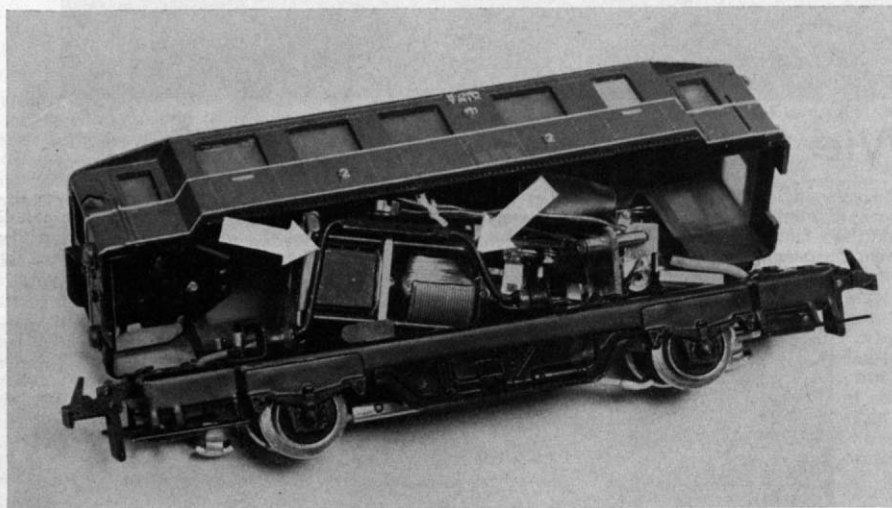
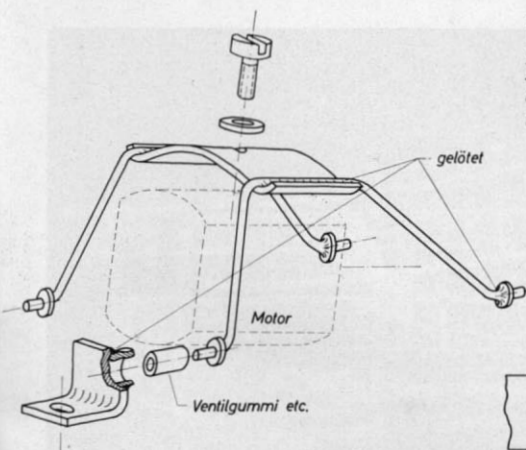

Abb. 1. Die beiden Pfeile weisen auf die Stelzen dieser Wagenseite hin.
Abb. 2. Die Stelzenhalterung für den Motor im Trix-VT 75.
Ich setzte daher den Motor auf vier Stelzen (Abb. 2, Pfeile in Abb. 1), die am Rahmen von vier elastischen Lagern gehalten werden (Abb. 2 und 3). Während dieser Manipulationen wurde der Motor zunächst noch durch die bisherige Befestigung am Rahmen festgehalten. Erst nach Fertigstellung der neuen Aufhängung wurde diese Befestigung gelöst und der Originalrahmen im Bereich der alten Motorlagerung ausgesägt. Durch diese Methode ist ohne zusätzlichen Aufwand automatisch die richtige Motorlage (im Verhältnis zum Getriebe) auch nach der Änderung ge-
**Vorbemerkung:** Mein Gleismaterial muß auf- und abgebaut werden können. Deshalb der massive Mittelleiter und die angebaute Trix-Klemmen (Abb. 2 rechts), an welche die Kabel des Schaltmagneten angelötet sind. Bei der geplanten stationären Anlage ist der Ersatz des jetzigen Mittelleiters durch Punktkontakte vorgesehen.